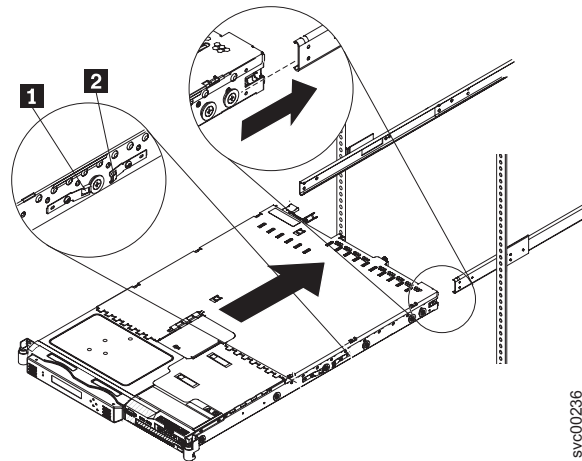

図 70. ラック・スライドと SAN ボリューム・コントローラー 2145-8G4 とを位置合わせする方法
2. ノード上の 2 つの後部ホイールをスライド内の開口部に位置合わせしてから、ノードをスライドの中に押し込んで、後部スライド・リリース・ラッチ (415 ページの図 70 の **2**) がカチッと音を立てて所定の位置に収まるようにします。これにより、スライド内でノードがロックされます。
4. ノードの両サイドにある前面スライド・リリース・ラッチ (図 70 の **1**) を押して、ノードをラック・キャビネットの中へ移動し、外側に戻してノードが自由に動くことを検証します。